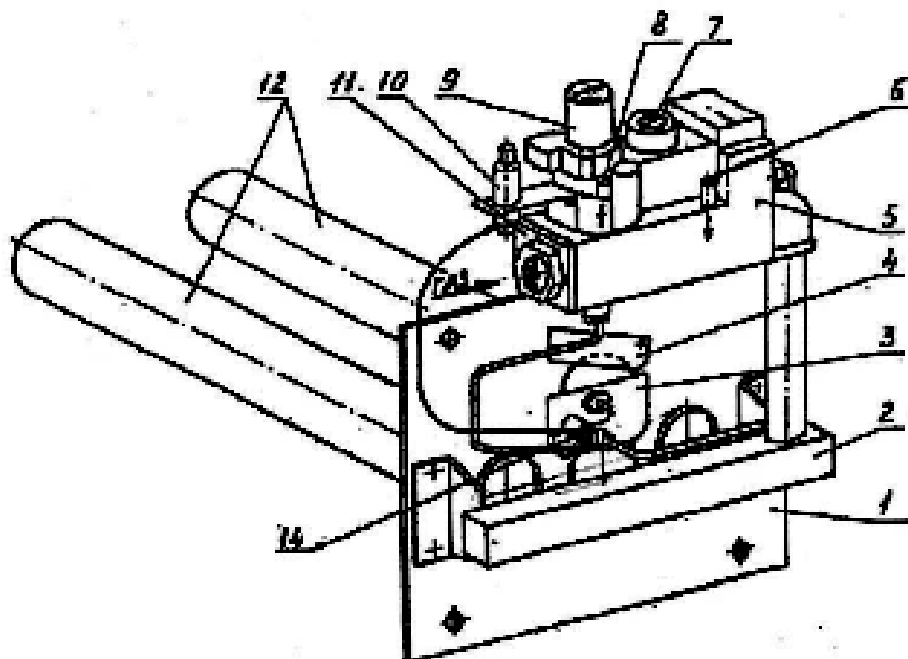

Рисунок 2. Устройство газогорелочное
Перед присоединением аппарата трубы газопровода должны быть продуты. Присоединение производится к фланцу поз.11.рис.2 газогорелочного устройства.
- одной рукой нажать на кнопку включения газового клапана поз. 9 рис. 2, вниз до упора, и одновременно не отпуская кнопки другой рукой нажать на пьезокнопку поз.10 рис.2. 1-3 раза, при этом должна загореться запальная горелка;
- повернуть кнопку газового клапана поз.9 рис.2 по часовой стрелке до упора, основные и запальная горелки должны погаснуть, при этом кнопка автоматически повернется в исходную позицию;